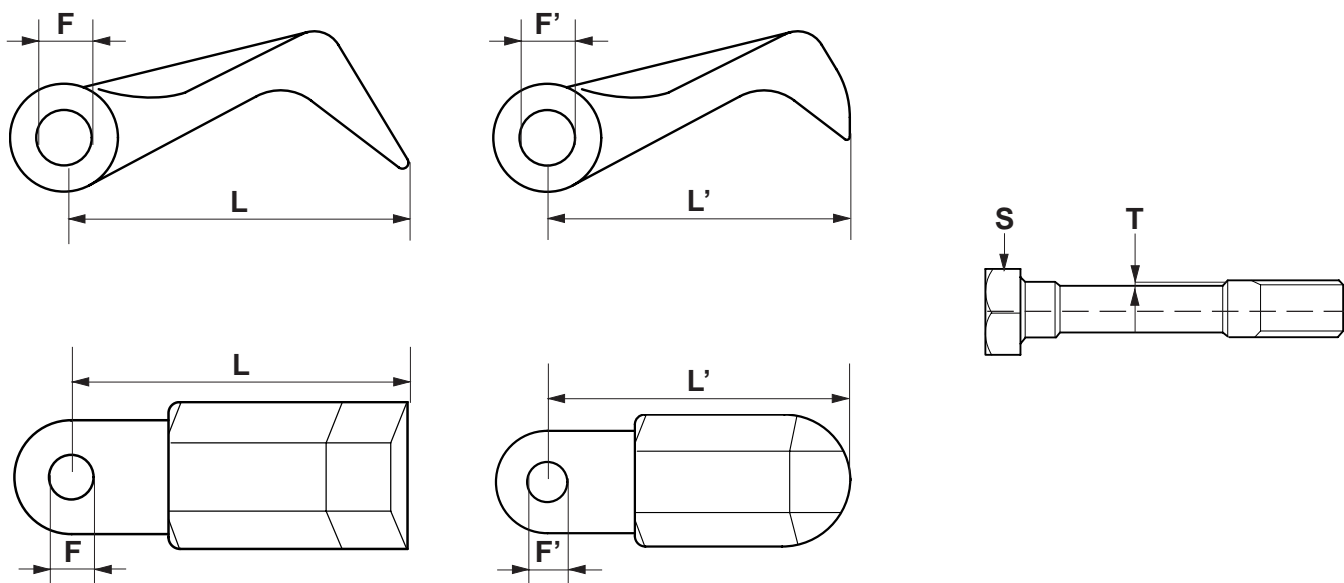

Fig. 20
- *Length «L» of the knives must not be allowed to become more than 15 mm shorter than the original length (Fig.20).*
- Le diamètre du trou de fixation «F» ne doit pas être ovalisé plus de 2 mm par rapport au diamètre d'origine (Fig. 20).
- La longueur «L» des couteaux ne peut pas être inférieure à 15 mm par rapport à la longueur d'origine (Fig. 20).
- *Der Durchmesser des Befestigungslöchs «F» darf im Bezug zum Originaldurchmesser keine Unrundheit über 2 mm aufweisen (Abb. 20).*
- *Die Länge «L» der Messer darf nicht weniger als 15 mm im Bezug zur Originallänge ausmachen (Abb. 20).*
- El diámetro del orificio de fijación «F» no se debe ovalar más de 2 mm, con respecto al diámetro original (Fig. 20).
- La longitud «L» de las cuchillas no puede disminuir más de 15 mm. con respecto a la longitud original (Fig. 20).
- L'usura «T» del perno è superiore a 2 mm (Fig. 20).
- Wear «T» on pin exceeds 2 mm (Fig.20).
- L'usure «T» de l'axe dépasse 2 mm (Fig. 20).
- Der Verschleiß «T» des Bolzens mehr als 2 mm ausmacht (Abb. 20).
- El desgaste «T» del perno es mayor de 2 mm (Fig. 20).